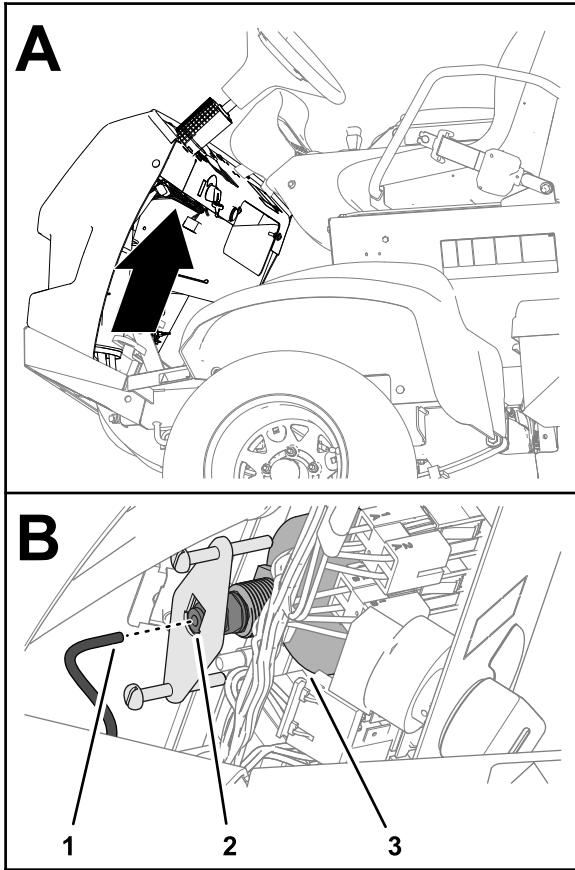

Figura 111
1. Introduzca el tubo del manómetro en el acoplamiento del tubo situado en la parte trasera del manómetro (Figura 111).